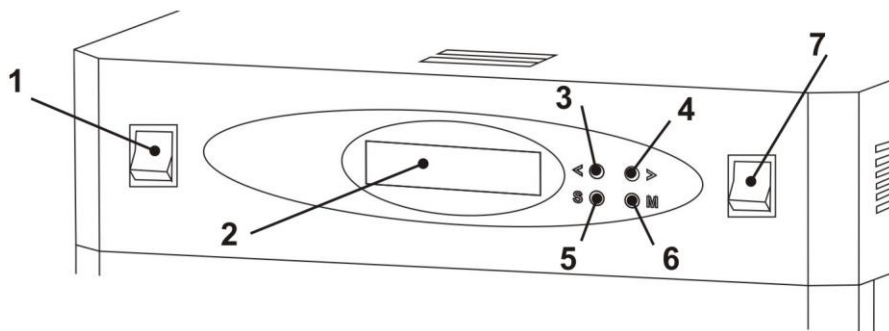

Рис.1
- клавиша «СЕТЬ» (вкл/выкл); (Рис.1 поз.1).
- клавиша «СВЕТ» (вкл/выкл); (Рис.1 поз.7)
- кнопки (без фиксации): «<>» (Рис.1 поз.3); «>>» (Рис.1 поз.4) «S» (Рис.1 поз.5) «M» (Рис. 1 поз. 6)